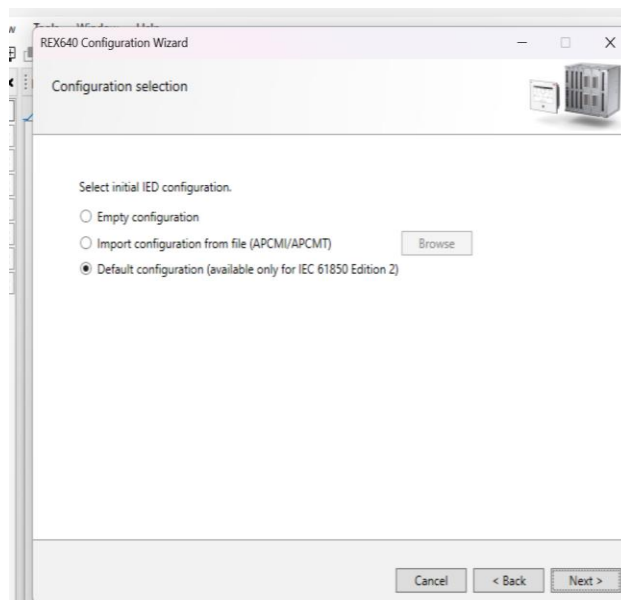

Imagen 28_Configuración del relevador REX640.
1.12 Por último, se despliega la ventana que se observa en la **Imagen 28**, seleccionaremos la configuración deseada a partir de la norma IEC61850 de manera automática.